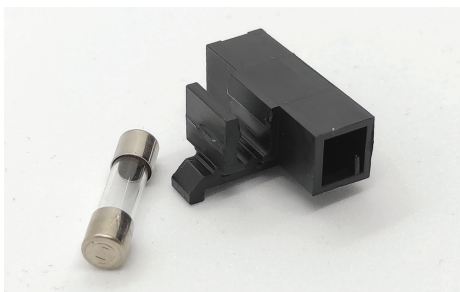

Рисунок 14 – Извлечение предохранителя из держателя предохранителя
3.2.4. Извлечь предохранитель из держателя (рисунок 14).